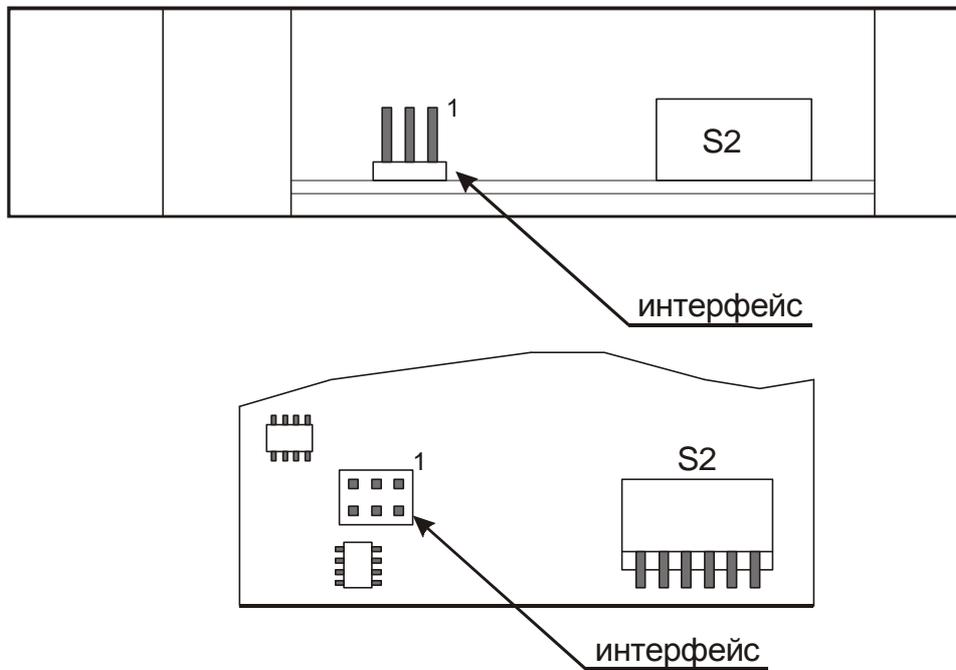

Рисунок 3
2.5.4.1 Подключить ИП в соответствии с рисунком В.1. Переключателем S2 (рисунок 3) выбрать диапазон выходного сигнала (приложение Г).